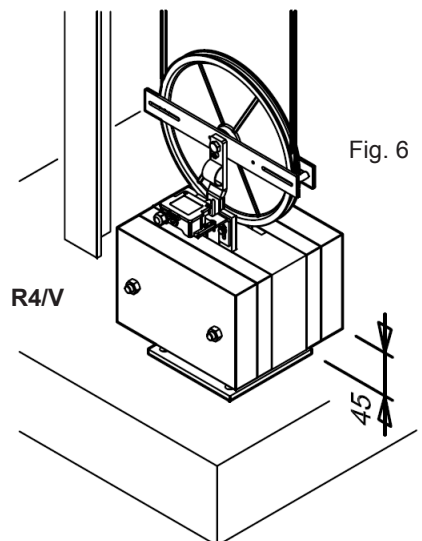

Fig. 6
- Monter l'étrier de guide du contrepoids de façon d'obtenir un parfait alignement entre la poulie du limiteur de vitesse et la poulie tendeuse (Fig. 6).
- Soutenir le contrepoids jusqu'à ce qu'il se situe à un hauteur de 45 mm environs du fond du puits (valeur approximative) (Fig. 6).